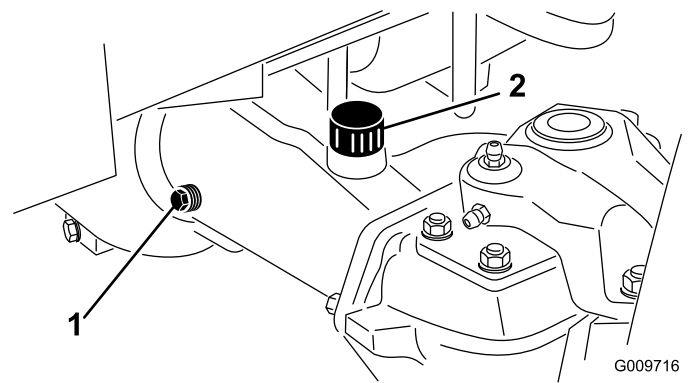

Bild 71
2. Entfernen Sie die Prüfschraube aus einem Ende der Achse (Bild 71) und stellen sicher, dass der Schmierstoff die Unterseite des Lochs erreicht. Entfernen Sie bei niedrigem Ölstand die Füllschraube (Bild 71) und füllen genug Öl ein, um den Stand